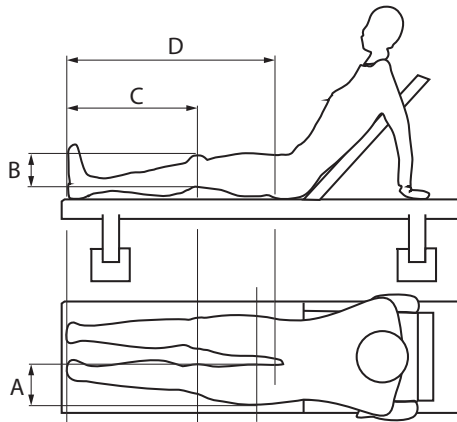
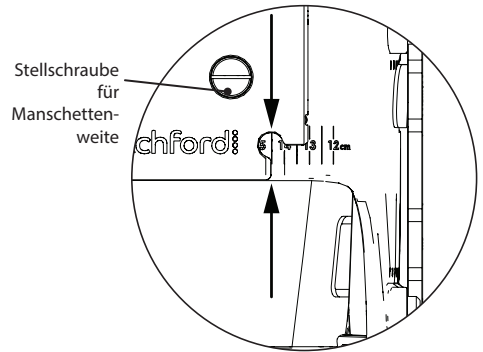

Abb. 13
Abb. 14
1. Positionieren Sie den Anwender wie in Abb. 13 gezeigt, wobei er bequem auf einer horizontalen Untersuchungsfläche sitzt.
3. Nehmen Sie die folgenden Maße ab (siehe Abb. 13), wobei das betroffene Bein horizontal liegt, und berücksichtigen Sie die Dicke der Kleidung bei den Messungen:
5. Lösen Sie die Weiten-Stellschrauben der Manschette für den unteren Oberschenkel und den Unterschenkel und schieben Sie die Manschettenseiten nach Bedarf gleichmäßig zusammen oder auseinander, bis die Manschettenweite der maximalen Oberschenkelbreite A des Anwenders entspricht (siehe Abb. 13). Nutzen Sie dafür die Zentimeterskala auf jeder Manschette. Ziehen Sie zuletzt jede Stellschraube mit einem Drehmoment von 5 Nm an, um sie an ihrer Position zu fixieren. Siehe Abb. 14 für das Ablesen der Manschettenskala.
Hinweis... Die Skalen an den Manschetten werden wie in Abb. 14 dargestellt an der Pfeilposition abgelesen, wobei die innere vertikale Kante der äußeren Manschette (direkt unter der Mitte der Bohrung) an der Skala der inneren Manschette ausgerichtet ist. Im Beispiel ist eine Weiteinstellung der Manschette für den unteren Oberschenkel von 14,5 cm dargestellt.
2. Schieben Sie die medialen und lateralen Extensionsstreben gleichzeitig nach außen/innen, um die Kniehöhe der Orthese gleichmäßig auf der medialen und lateralen Seite zu erhöhen/zu verringern. Fahren Sie so lange fort, bis sich die Drehpunkte von Knie und Mitläufergelenk auf der gleichen benötigten vertikalen Höhe befinden (Messung C in Abb. 13 minus berechnetem Versatz).
2. Heben/Senken Sie die Manschette für den oberen Oberschenkel und den Riemen, indem Sie die Extensions-Verriegelungsschrauben an der lateralen oberen extendierbaren Seitenstrebe des Knies lösen. Verschieben Sie anschließend die Strebe, sodass der Riemen des oberen Oberschenkels auf der medialen Seite etwa 5 cm unterhalb der Leiste liegt (entspricht der Innenbeinlänge D des Anwenders in Abb. 13).